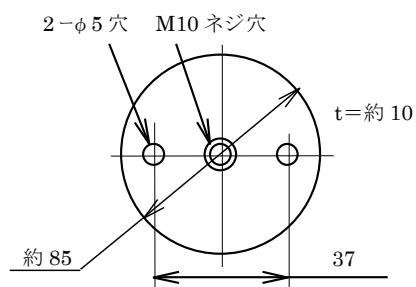
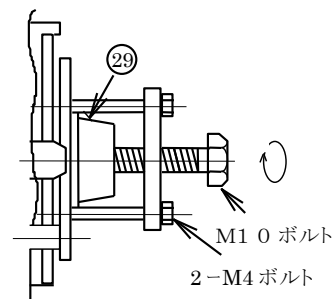

図4
図5
(4) 0.2kW 空隙（ストローク）調整手順
- (a) ファンカバー止めボルト⑫を抜き取り、ファンカバー⑯と止め金⑮と手動解放レバー⑭をはずします。
- (c) ファン止めボルト⑳を抜き取り、外ファン⑱を取り外します。
- (d) 当板止めボルト㉑を抜き取り、当て板⑳をはずします。
- (e) 図4のような円板を用意して図5に示すようにアーマチュアハブ㉑に設けてあるネジ穴を利用しM10ボルトを回して軸端を押しながらアーマチュアハブ㉑を軸①から抜き取ります。
- (f) 初期設定空隙になるようにストローク調整用シム⑳を抜き取ります。
- (g) 空隙の調整は、電磁石⑪と可動板⑬のS：ストロークが、全周に渡って表5のセット値程度とし、最小部は手回しでセリ音のないことをご確認ください。
- (i) 当て板⑳を当て板止めボルト㉑にて取付け、締め込んでください。
- (j) 外ファン⑱をファン止めボルト㉑で固定してください。
- (k) 手動解放レバー⑭を取り付けて下さい。
- (l) ファンカバー⑯を取り付け、ファンカバー止めボルト⑫にて固定して下さい。このとき、手動解放レバー⑭の保持用の止め金具⑮も共締めしてください。